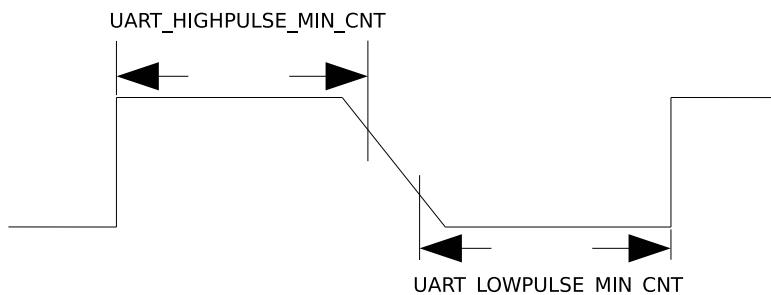

图 27.4-2. UART 信号下降沿较差时序图
- 对于 UART 信号的下降沿信号比较差的情况，如图27.4-2所示，这时通过取 `UART_LOWPULSE_MIN_CNT` 与 `UART_HIGHPULSE_MIN_CNT` 的和平均得到的值不准确，可以通过 `UART_POSEDGE_MIN_CNT` 获取发送方波特率。计算公式如下：